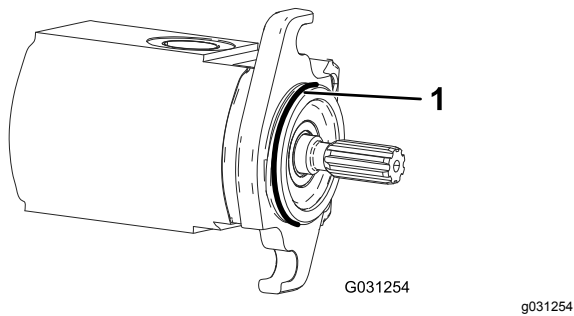

Figura 7
4. Instale o anel de retenção no motor do cilindro (Figura 7).